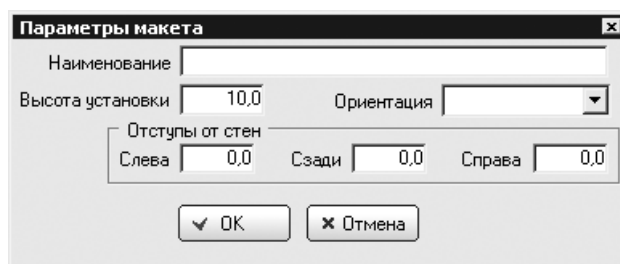

Рис. 8.23
10. Выделить объект в окне редактора и нажать кнопку **Параметры макета** на панели инструментов — откроется одноименное окно (рис. 8.23), в котором нужно задать параметры макета.